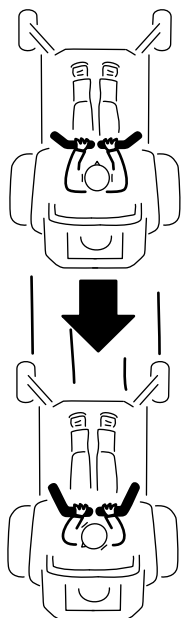

Bild 27
- Ziehen Sie zum Rückwärtsfahren die Fahrtriebshebel langsam nach hinten (Bild 27).